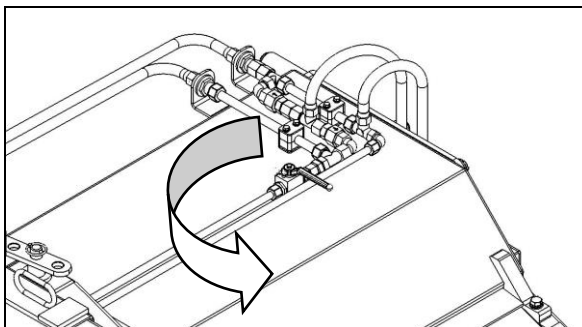
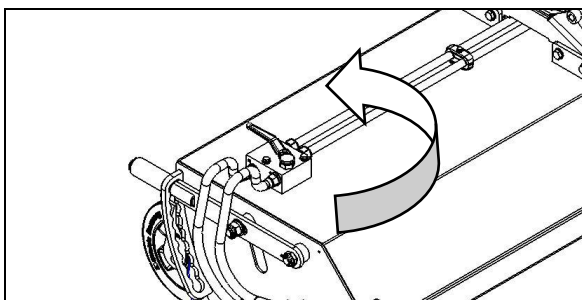

Fig. 4.34
Fig. 4.35
- Fermer les vannes d'arrêt vers le vérin hydraulique de vidage du bac de ramassage (fig. 4.34) et vers le moteur hydraulique de la brosse latérale (fig. 4.35).
- Les roues d'appui (1) doivent être dirigées vers l'arrière.